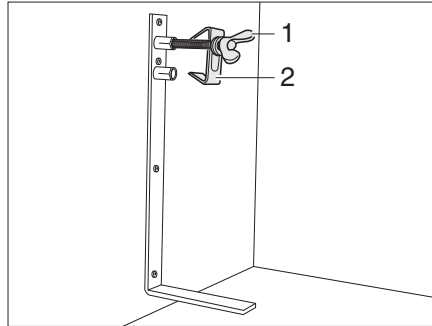

Fig. 184 Soporte para rueda de repuesto
- Soltar el tornillo (Fig. 184,1) y quitarlo junto con el centrador (Fig. 184,2).